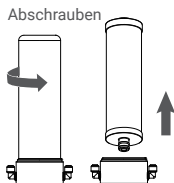

Abbildung 7
2. Schrauben Sie das Gehäuse ab und ziehen Sie die alte Filterpatrone heraus. (Abbildung 7)